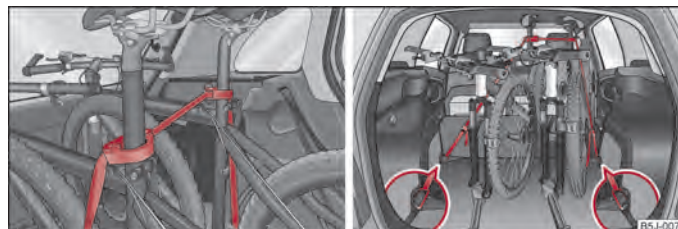

Fig. 59 Asigurarea bicicletei cu coliere/Asigurarea bicicletei cu o bandă
- Așezați colierul cu partea din cauciuc în față (în direcția de mers) cât mai jos posibil la tija șei și închideți colierul ⇒ fig. 59.
- În cazul transportării a două biciclete, prindeți centura ⇒ fig. 59 între șei, împingând bicicletele unele în altele.